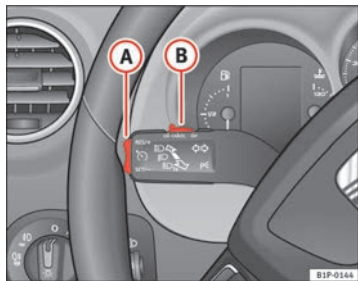

Fig. 131 Levier des clignotants et des feux de route : commutateur et touche basculante pour régulateur de vitesse
- Déplacez la commande ⇒ fig. 131 **(B)** vers la gauche pour la régler sur **ON**.